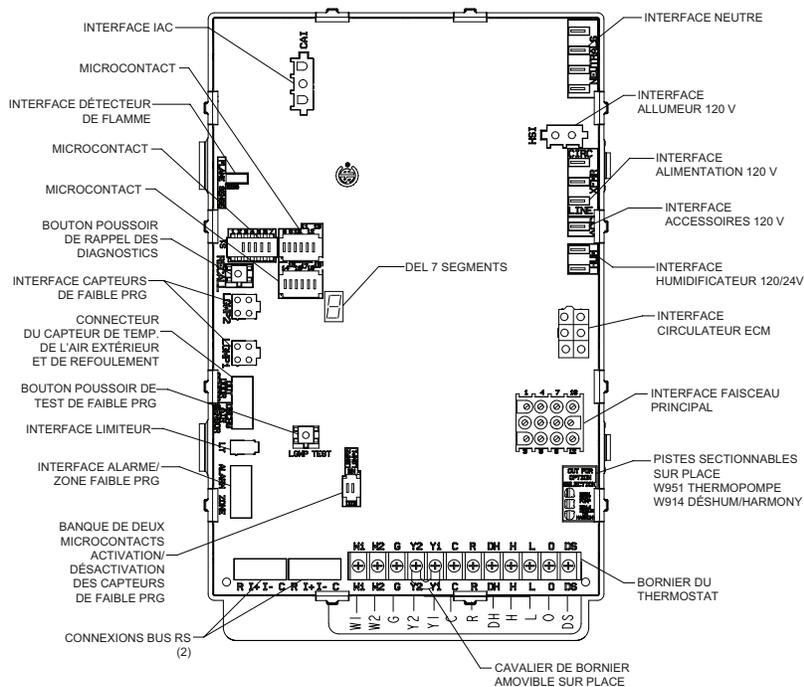

FIGURE 50
- 7 - Le contrôleur intégré du générateur comporte une borne d'alimentation secteur « EAC » de ¼ po. Tout filtre électronique d'une puissance de 1 ampère ou moins peut être relié à cette borne, le neutre du circuit étant branché sur n'importe quelle borne neutre. Reportez-vous à la FIGURE 50 pour l'emplacement de la borne. Cette borne est sous tension quand le ventilateur intérieur fonctionne.
- 8 - Le contrôleur intégré du générateur comporte une borne d'alimentation secteur « HUM » de ¼ po. Tout humidificateur d'une puissance de 1 ampère ou moins peut être relié à cette borne, le neutre du circuit étant branché sur n'importe quelle borne neutre. Reportez-vous à la FIGURE 50 pour l'emplacement de la borne. Cette borne est sous tension en mode chauffage quand le ventilateur intérieur fonctionne.
- 9 - Une borne « H » de 24 V est fournie sur le bornier du contrôleur intégré. Tout humidificateur de 0,5 ampère ou moins peut être relié à cette borne, le neutre du circuit étant branché sur la borne «C» ou la terre. Reportez-vous à la FIGURE 50 pour l'emplacement de la borne.